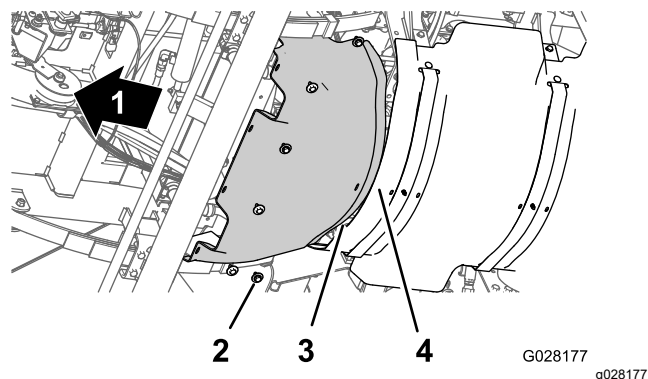

Рисунок 63
1. Расположите задний фланец переднего теплоизолирующего экрана над передним фланцем заднего теплоизолирующего экрана, выровняв их по краям (**Рисунок 63**).
2. Совместите отверстия в переднем теплоизолирующем экране с резьбовыми отверстиями в шасси (**Рисунок 63**).
3. Установите передний теплоизолирующий экран на машину с помощью 6 болтов с шестигранными головками и 6 шайб (**Рисунок 63**), снятых на этапе 3 раздела Демонтаж переднего теплоизолирующего экрана \(страница 61\).